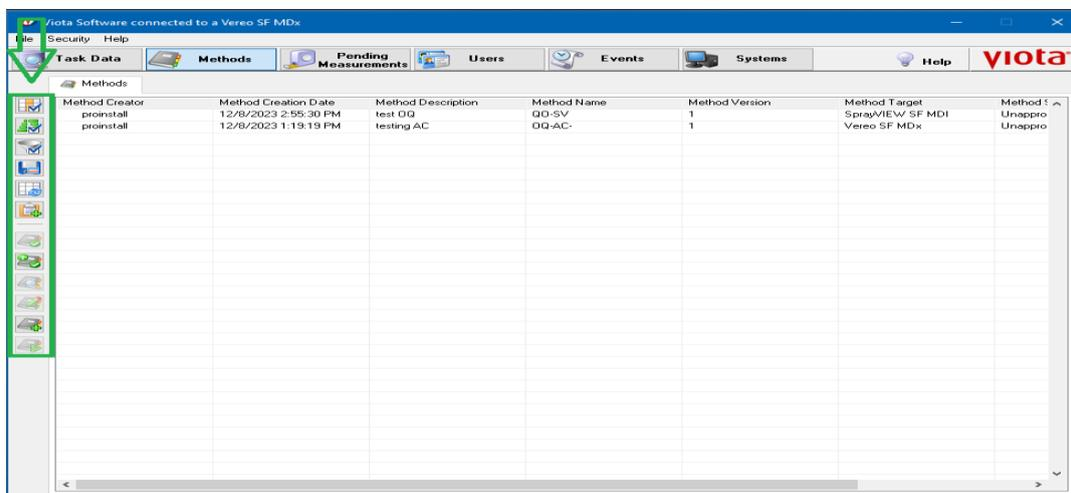

Figura 86: Guia de botões para atualização de status do método.
c) Mostre ou oculte aprovados ou todos os métodos aprovados, basta que utilize os botões na lateral esquerda da guia *Methods* conforme Figura 86: